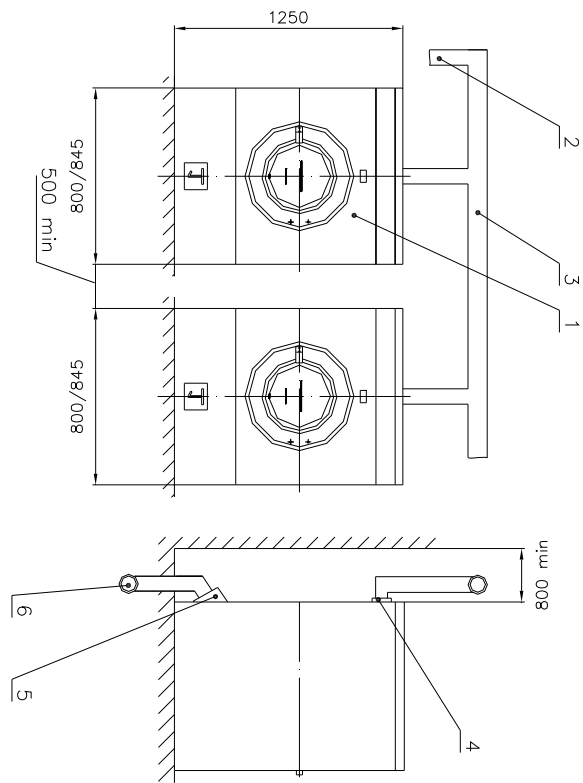

Рис.9 План размещения машины стиральной Л12 в салоне прачечной
14.9 Транспортировка стиральной машины должна производиться в соответствии со схемой (рис. 9).